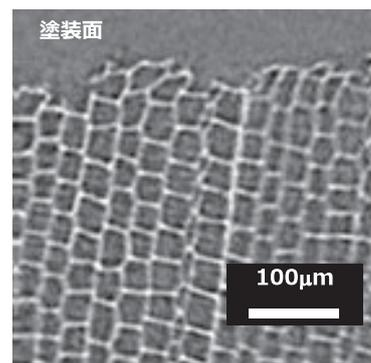

図2 X線イメージングによる木材断面の観察（九州シンクロトロン光研究センターBL07で測定）
- 放射光X線イメージング観察により、塗料は含浸型であり、木の質感を有することが確認された（図2）。